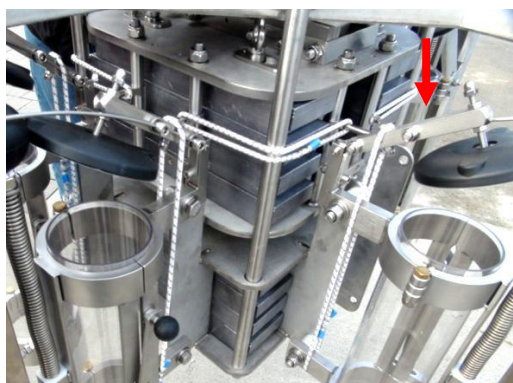
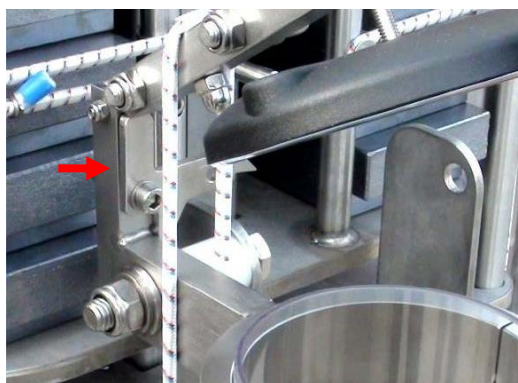

Figure 10: 打開上蓋
Figure 11: 上蓋卡榫
- 將上蓋向上抬約至 45°處會有一 L 型卡榫將其固定(Figure 10 & Figure 11)